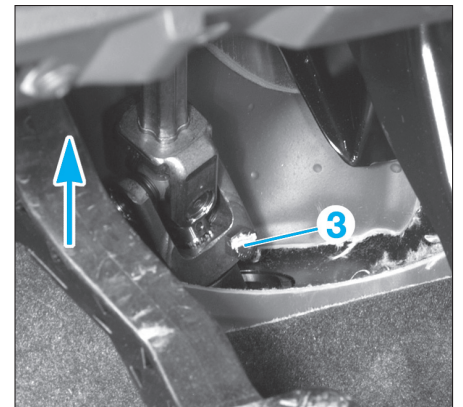

Fig. 11
- Déposer la vis (3) de joint de cardan sur le pignon d'attaque et les désaccoupler (Fig.11)